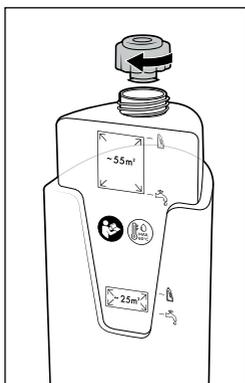

Fig. 10
- ◆ Révissez à nouveau le couvercle du réservoir d'eau fraîche ❶ (voir fig. 10).